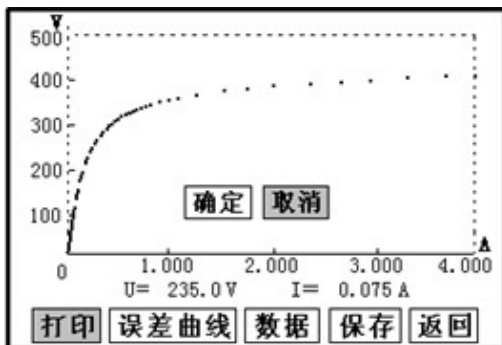

图 6
- **打印**: 旋转鼠标将光标移动至“打印”选项, 按下旋转鼠标(如图 6), 选择确定后, 先打印伏安特性曲线, 然后打印数据, 打印数据仪器自动进行筛选, 方便用户做报告用。同时减少更换打印纸的频率, 节省时间, 提高效率。